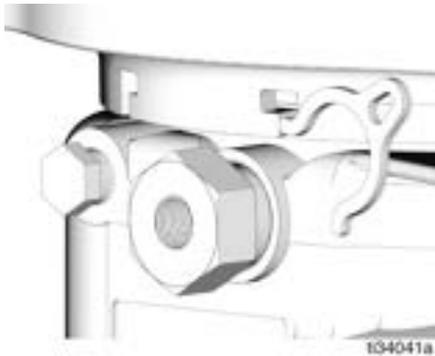

图 9
- 使用扳手逆时针方向转动泵元件将其拧松。无需拆卸整个泵元件，只需将泵元件向后拉到足以装上或拆下垫片的位置即可（图 9）。
通过垫片数量来控制泵容量 - 不使用 (0) 垫片、使用一 (1) 个垫片或两 (2) 个垫片（图 9）。